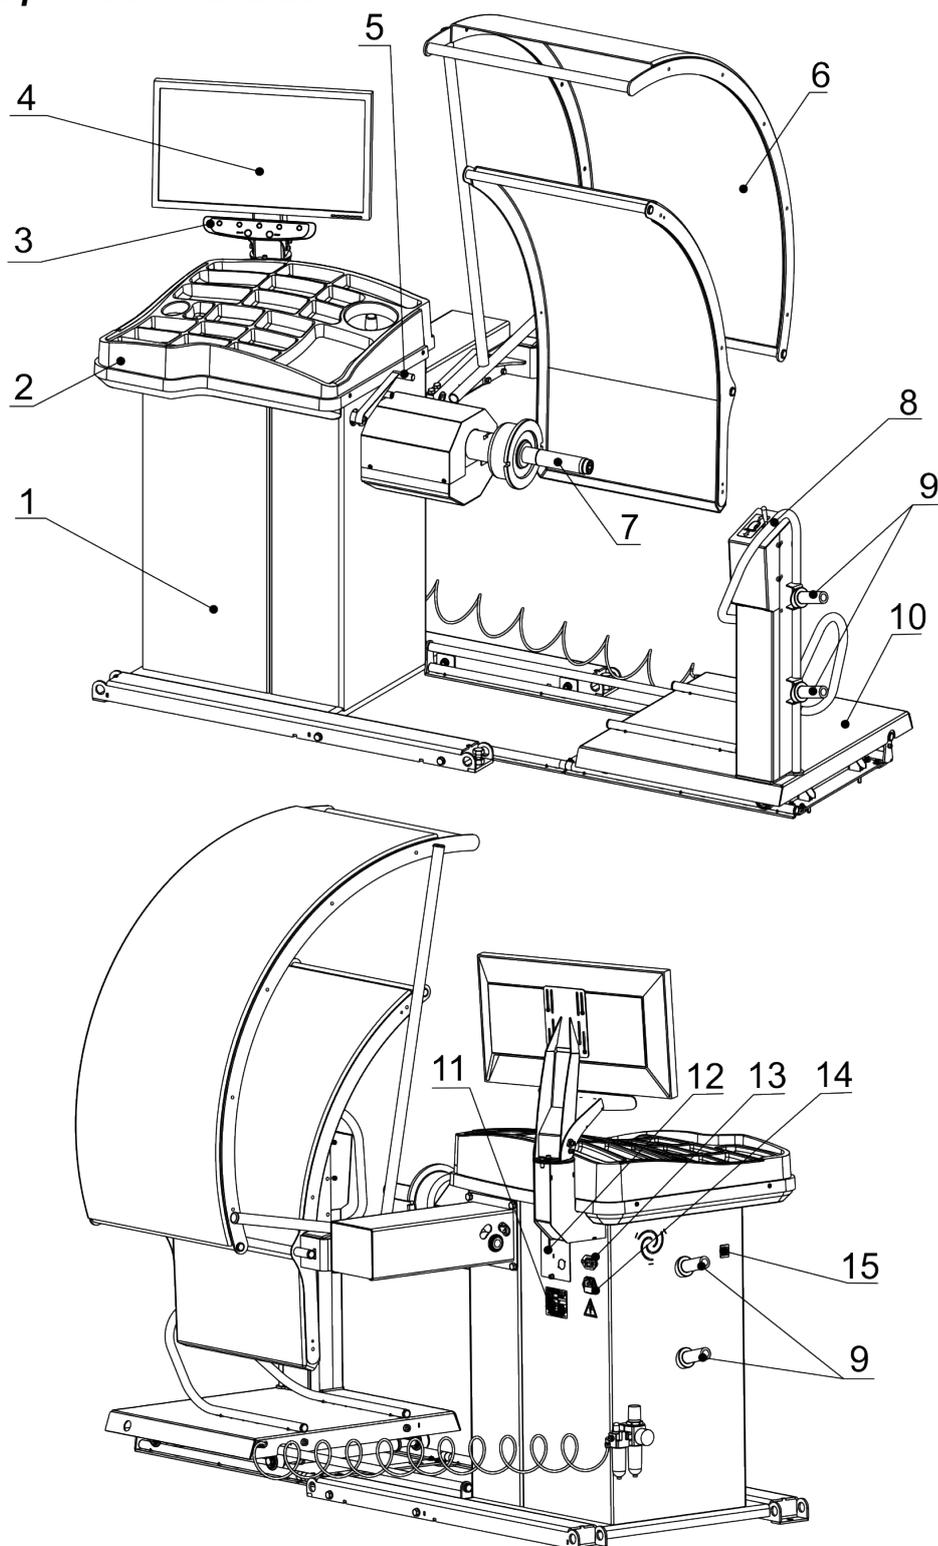

Рисунок 4.1 – Внешний вид станка
4.2.10 Подключить сетевой кабель к гнезду станка (14), расположенному на задней панели корпуса станка (рисунок 4.1), и к питающей сети, оборудованной розеткой с контактом заземления.